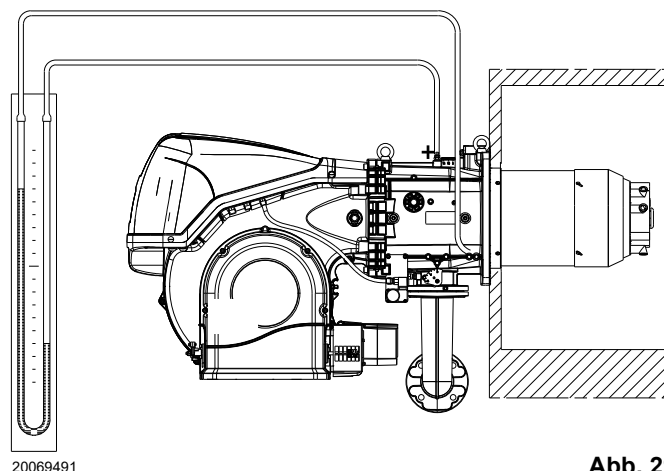

Abb. 29
- Montieren Sie ein U-Rohr-Manometer oder einen Differentialdruckmesser (Abb. 29), mit Entnahmestelle (+) am Gasdruck der Muffe und (-) in der Brennkammer.